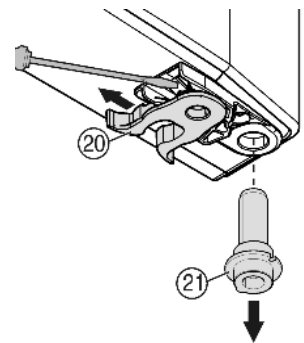

Fig. 9
- ▶ Permuter la pince élastique *Fig. 9 (20)* : appuyer sur l'ergot puis retirer la pince élastique.
- ▶ Tirer le pivot d'appui *Fig. 9 (21)* hors de la douille de porte et la mettre en place ensemble avec la rondelle du côté opposé. Le taquet d'arrêt doit indiquer vers la paroi intérieure de la porte, l'encoche vers la paroi extérieure.
- ▶ Pivoter la porte vers le bas et mettre en place le pivot d'arrêt *Fig. 9 (21)* dans le support d'appui. Event. tourner le pivot d'arrêt de sorte qu'il puisse encliqueter.